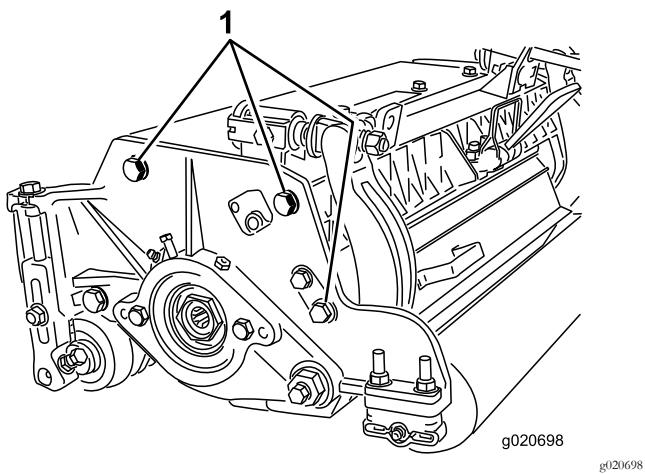

图15
**注意** 后滚筒相对滚刀的位置通过组装部件的加工公差进行控制因此无需调节平行。将滚刀组放在平板上并松开侧板安装平头螺丝可以进行轻微的调整 图15。调节并拧紧平头螺丝。上紧平头螺丝扭矩至 3745N·m。